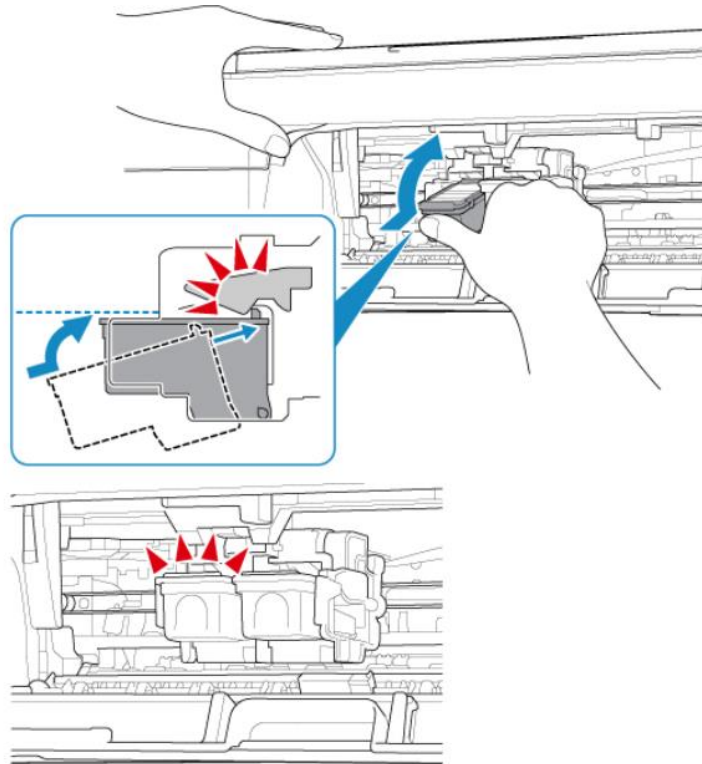

Рисунок 2.17 – Шостий етап заміни картриджа
- просувати картридж усередину та вгору, доки він міцно не зафіксується на своєму місці (див. рис. 2.17);